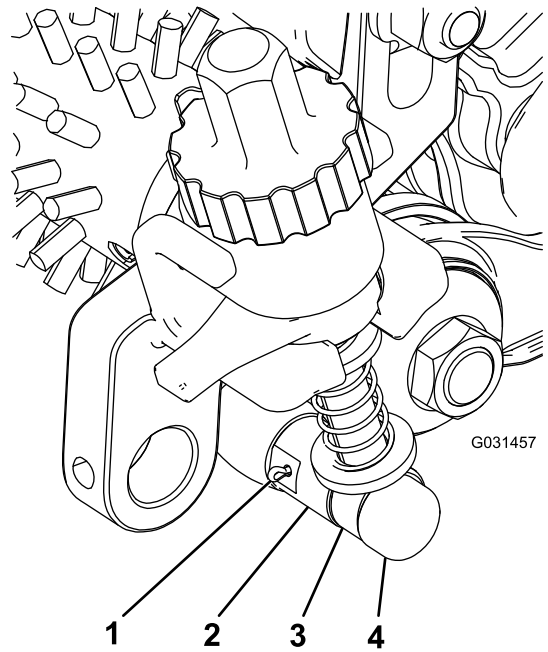

Bild 20
4. Fluchten Sie die Einstellarmstange in der Nähe der Riemenscheiben mit dem Einstell-Stellring an den Riemenscheiben aus und befestigen sie mit einem Einstellerstift und einem Splint (Bild 20).